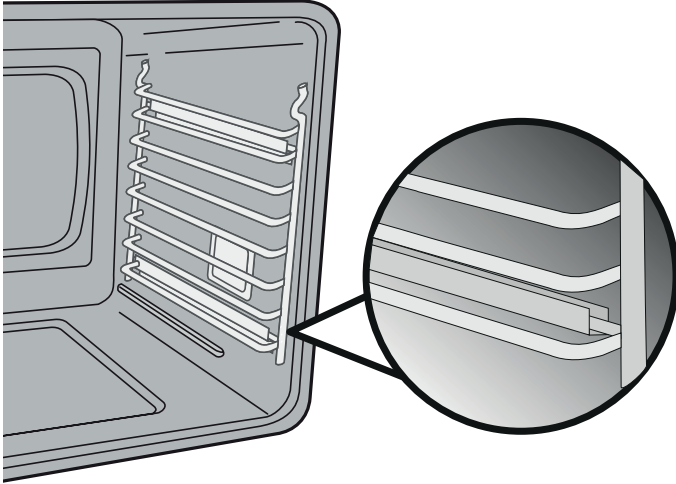

Figura 11: Soportes de parrillas
1. Coloque el enganche de los soportes hacia arriba en los estantes de apoyo situados en los laterales del horno (véase la figura 11).